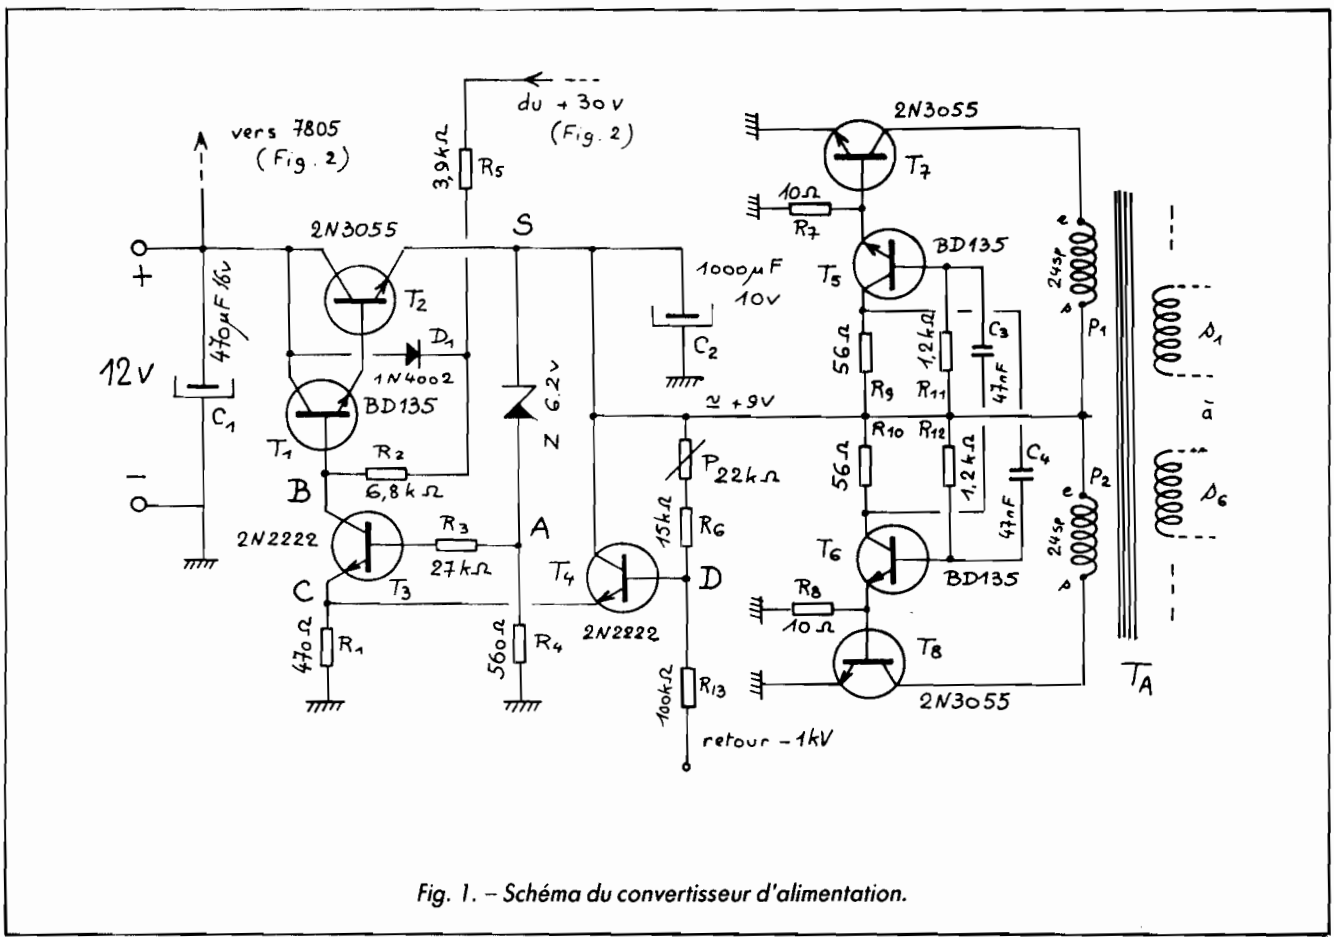

Fig. 1. - Schéma du convertisseur d'alimentation.
1. Schéma détaillé (voir fig. 1 et 2)